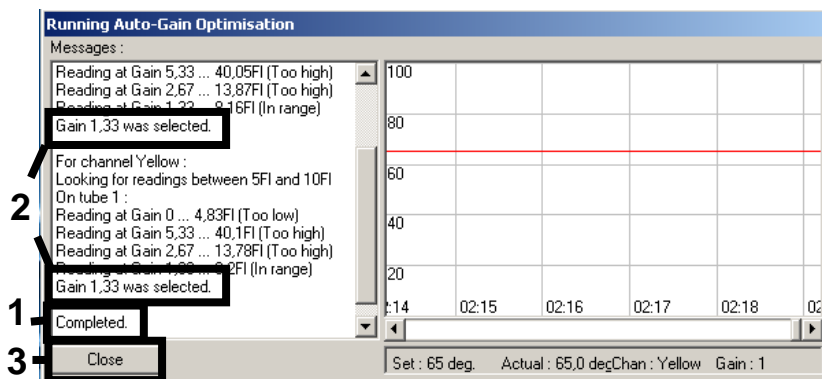

Figura 4. Otimização de ganho concluída. Anote os valores de ganho (neste caso, 1.33 para ambos os canais de fluorescência).
4. Uma nova janela **Running Auto-Gain Optimisation** (executando a otimização de ganho automático) é aberta. Espere até que **Completed** (concluído) apareça nessa janela (Figura 4). Anote os valores de ganho selecionados para ambos os canais e clique em **Close** (fechar) (Figura 4).